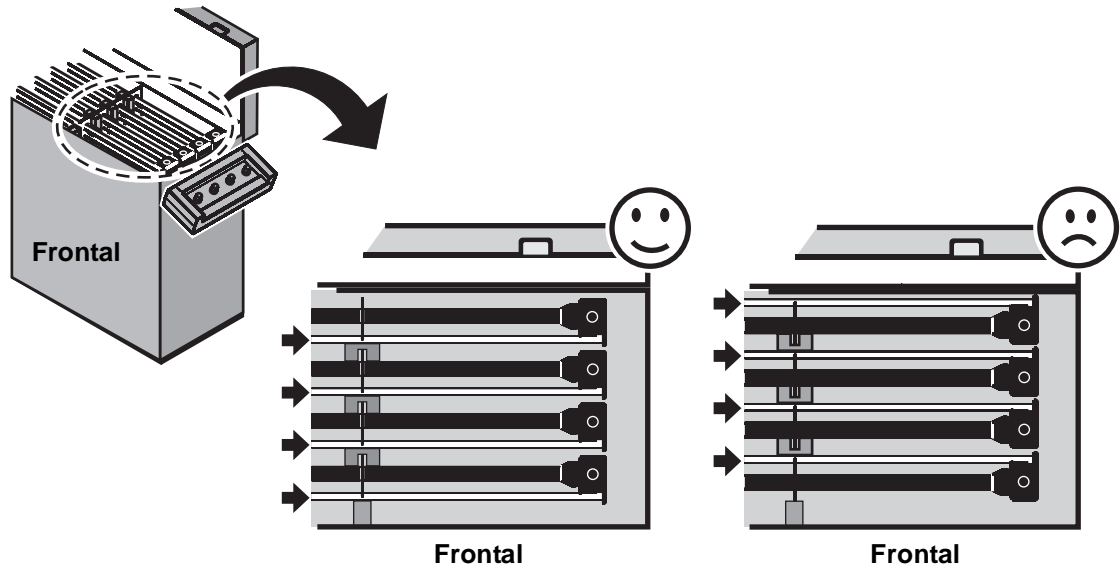

Figura 2: Orientación de paneles en el flightcase
1. Insertar los paneles con los tubos LED mirando hacia el frontal del flightcase como muestra la Figura 2.